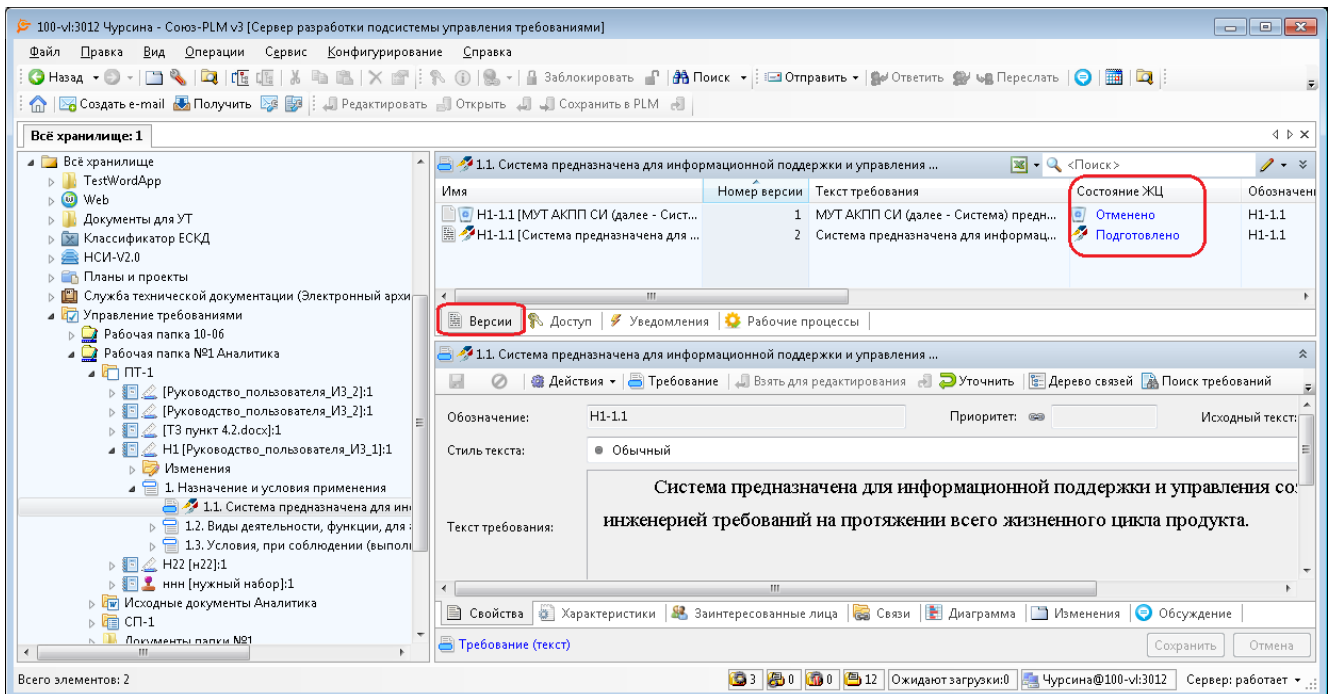

Рисунок 343 — Проверка отображения нового текста
7. Для проверки необходимо (Рисунок 343):